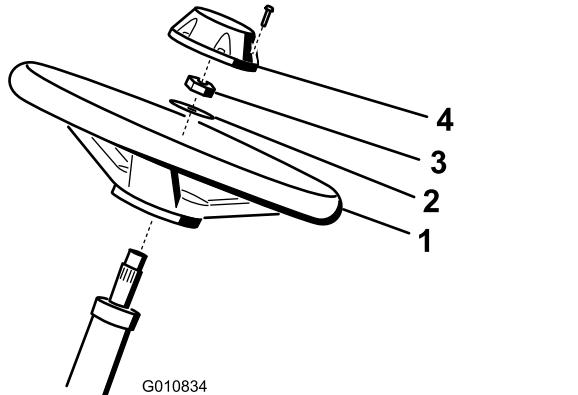

Figura 5
- Collocate il volante sul piantone (Figura 5).
- Collocate la rondella sul piantone (Figura 5).
- Fissate il volante sul piantone per mezzo di un dado di bloccaggio serrato a 27–35 N·m (Figura 5).
- Montate il coprimizzo sul volante e fissatelo con l'aiuto di 6 bulloni (Figura 5).